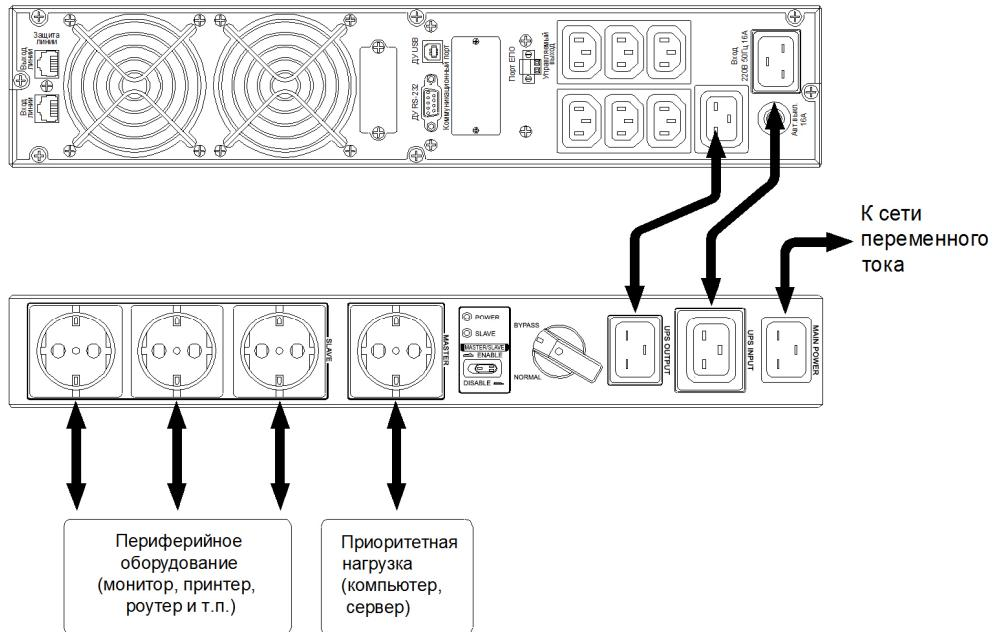

Рисунок 4 – Подключение модуля MBU 3K-220V
**7.1.5** Подключение сети переменного тока и ИБП к модулю следует производить в следующей последовательности (рисунок 4):